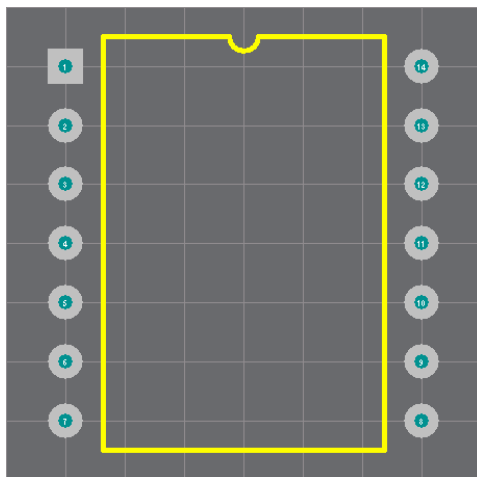

图 10.37 生成的 PCB 元件封装
(10) 单击 PCB 元件封装向导结束视图中的“Finish”按钮，创建的 PCB 元件封装如图 10.37 所示。